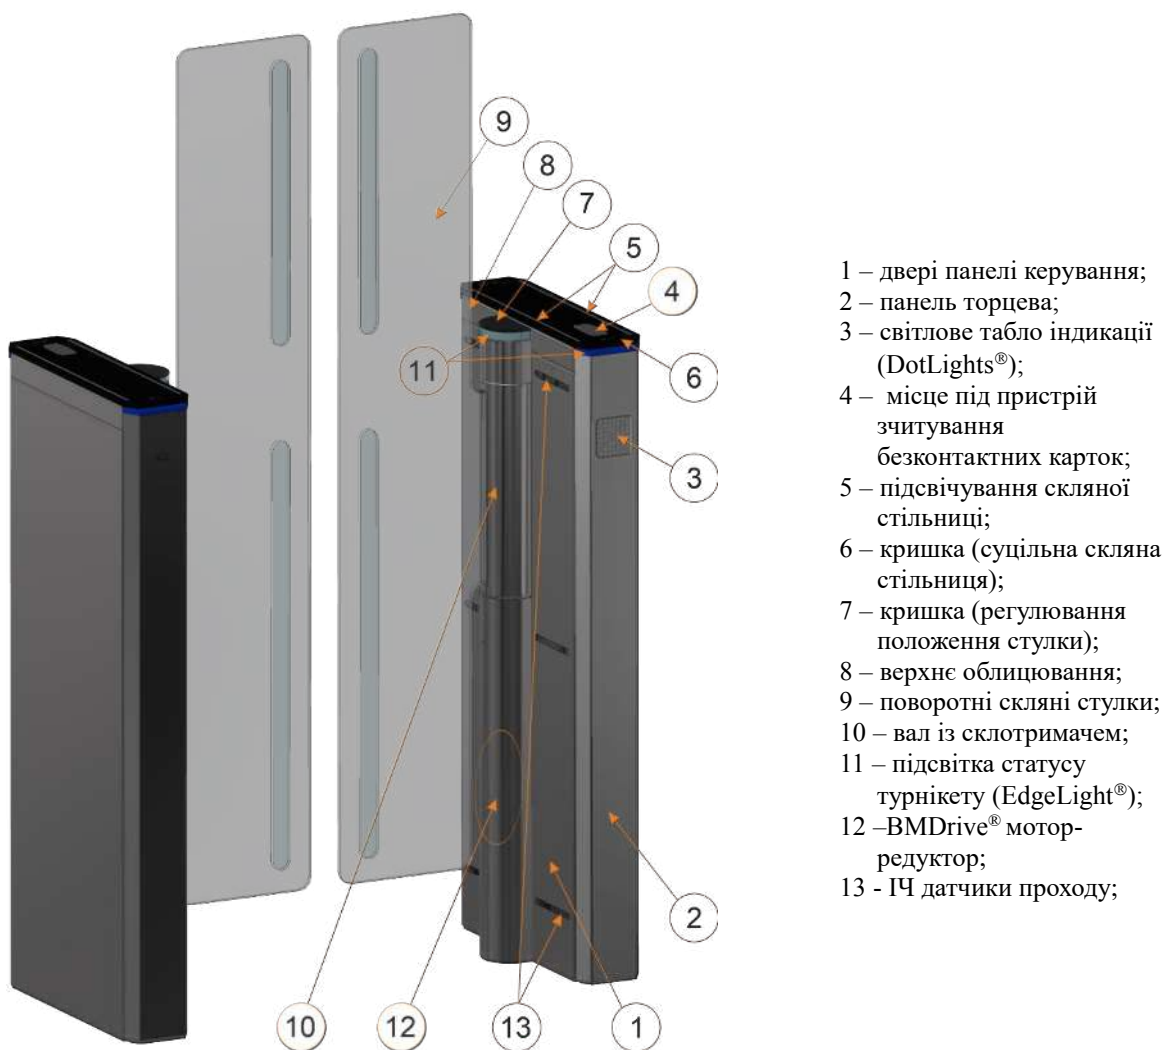

Рис. 4 – Конструкція турнікету «SWEEPER-SH-1» однопрохідного ТЗ.KCD.XD
1.4.1 Конструкція турнікету (див. Рис.4)